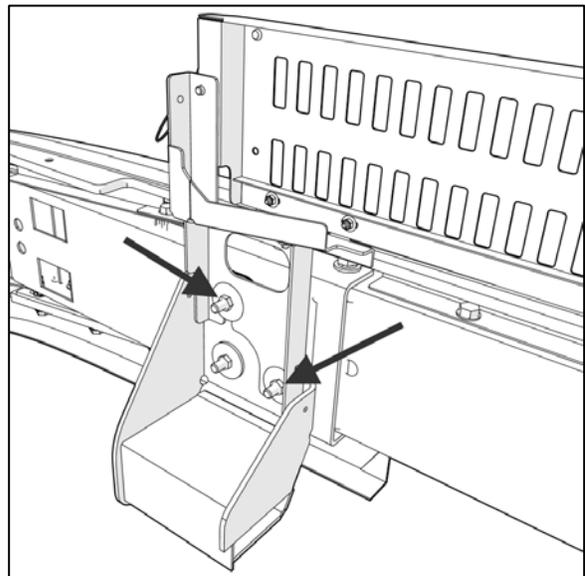

FIGURE 9
9. Serrer les écrous du pare-chocs (4) (Figure 9).